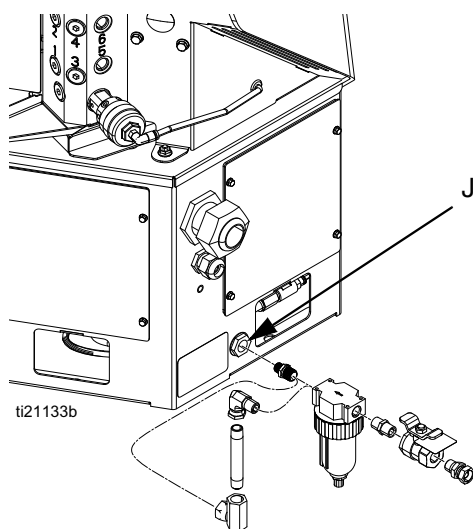

FIG. 10
9. Monter le kit fourni contenant une vanne à bille de purge et un filtre à air pour l'entrée d'air (référence Graco 24R707) sur l'entrée d'air femelle de 1/4 PTN (J). Voir la FIG. 10.